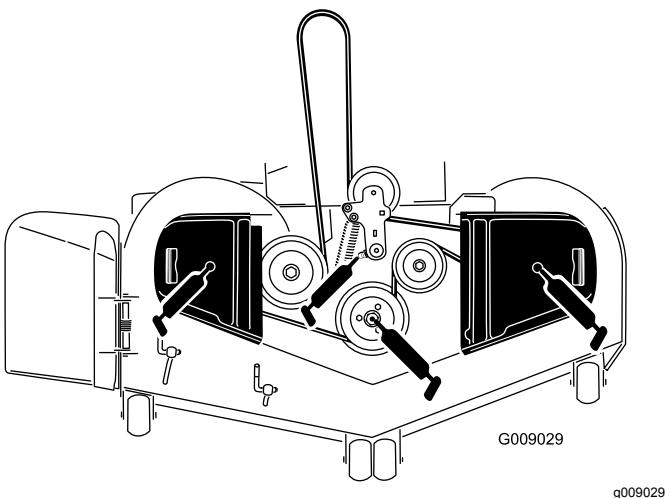

Figure 46
- Graissez le pivot de la poulie de tension du tablier de coupe jusqu'à ce que la graisse ressorte par le bas (Figure 46).
- Lubrifiez les roulements des 3 axes jusqu'à ce que la graisse ressorte (Figure 46).